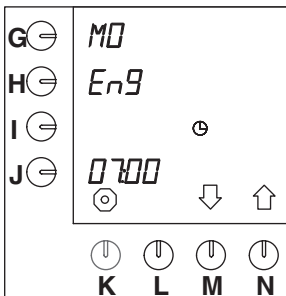

Fig. 41 Sprogindstilling
- Efter 10 sekunder vises standardindstillingen "EnG" blinkende ved siden af programmeringsknappen (fig. 41).